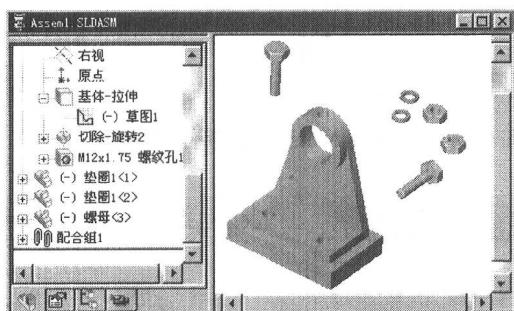
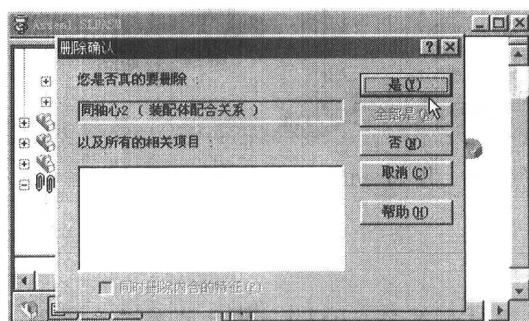

图 1-15 用 SmartMates 进行零件同轴心配合
图 1-16 删除配合组中的配合项
(12) 单击确认应用按钮 $\text{C}$ ，结果如图 1-15 所示。在特征管理器的配合组中，可以看到已经生成的配合情况，分别列出了每种配合的类型及配合零件的名称。如果想要删除某种配合，只要在特征管理器中选择其名称，单击鼠标右键，选择快捷菜单中的【删除】，或按键盘的删除键，将弹出一个删除确认对话框（如图 1-16 所示），用以确定是否真正删除某一配合及其相关项目。